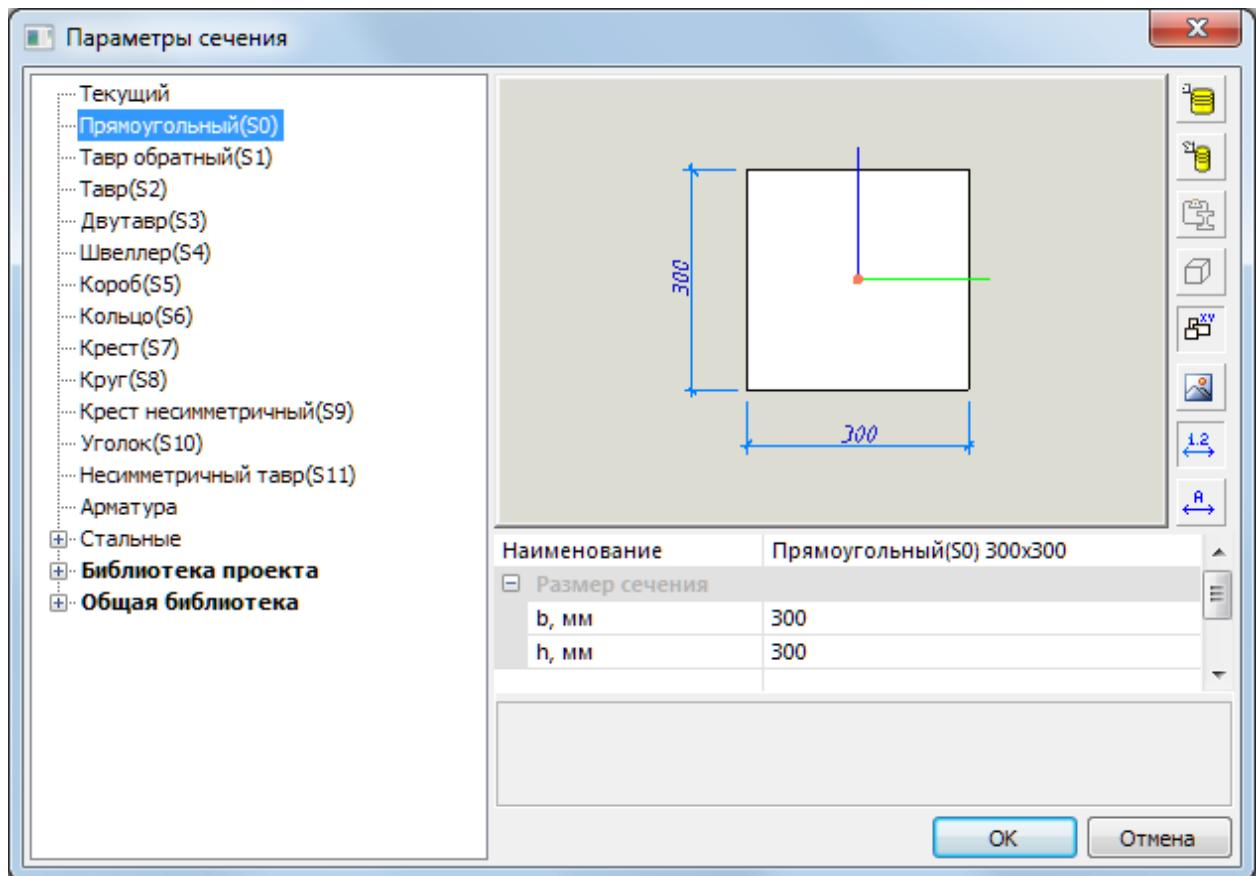

Рис.3.4 Диалоговое окно Параметры сечения
- Вызовите диалоговое окно **Параметры сечения** (рис.3.4) щелчком по кнопке  в строке свойств инструмента Балка.